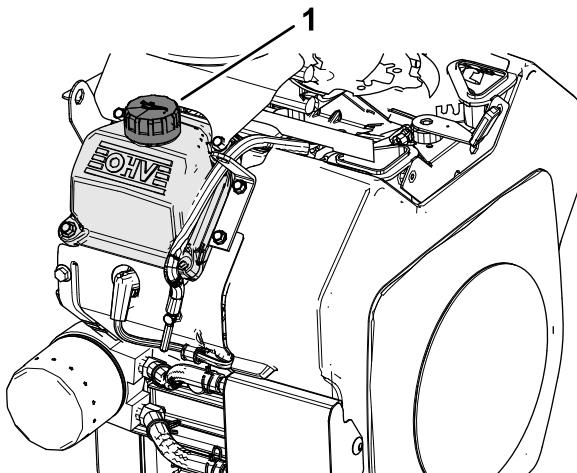

Bild 32
6. Füllen Sie langsam etwa 80 % der Menge des angegebenen Öls in den Einfüllstutzen (Bild 32)